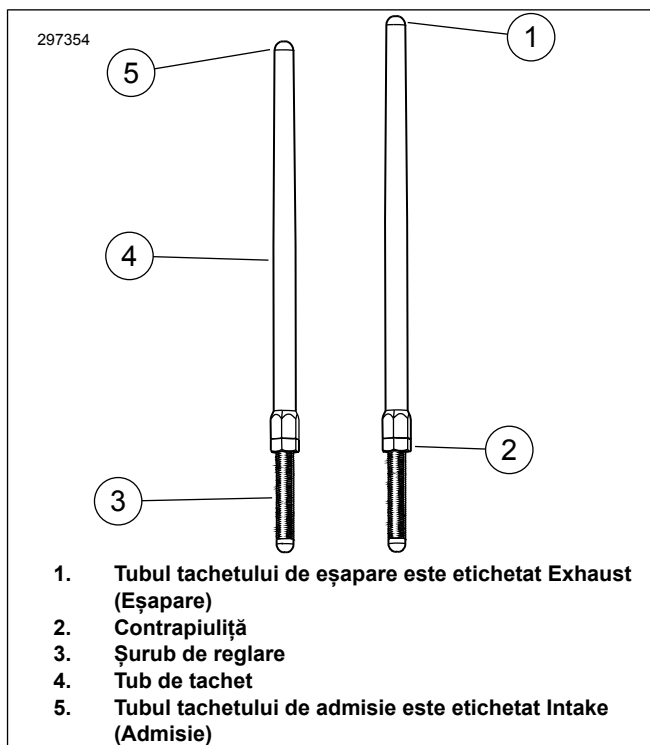

Figura 1. Tchet reglabil
6. A se vedea figura 1. Slăbiți contrapiulițele de la toți tacheții și reglați-i la lungimea lor cea mai scurtă.